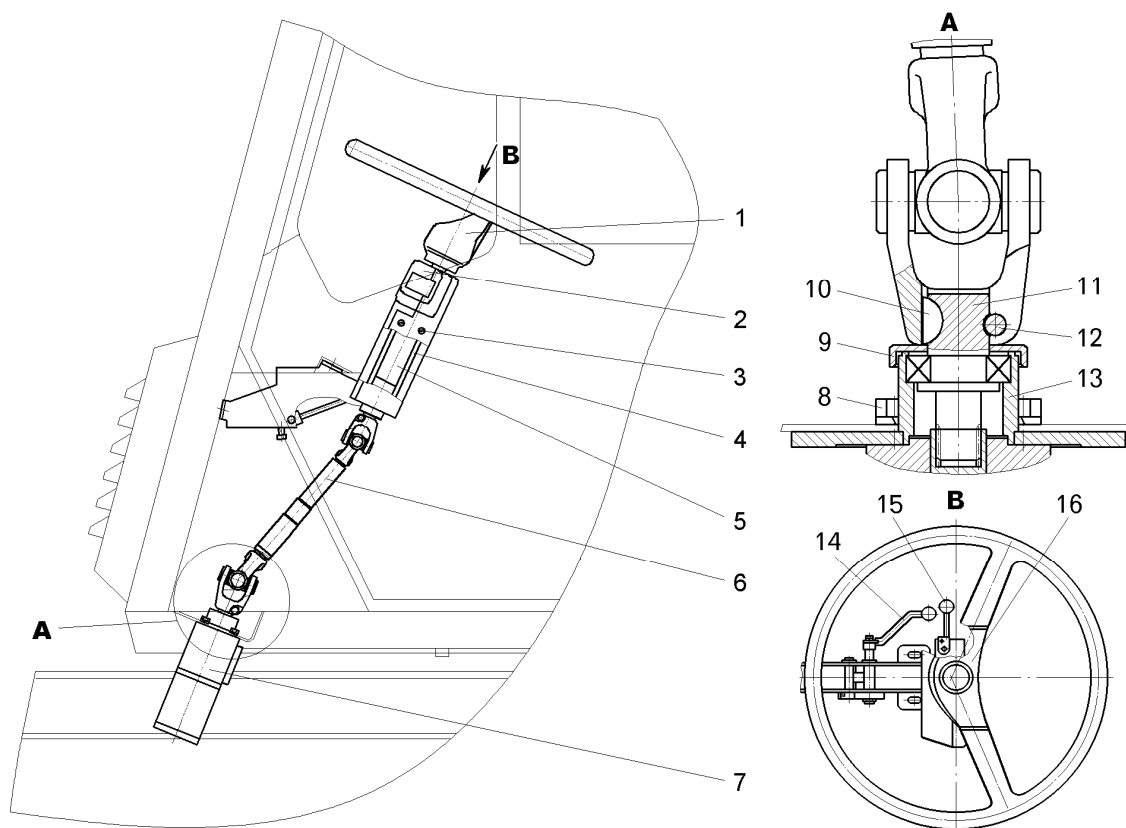
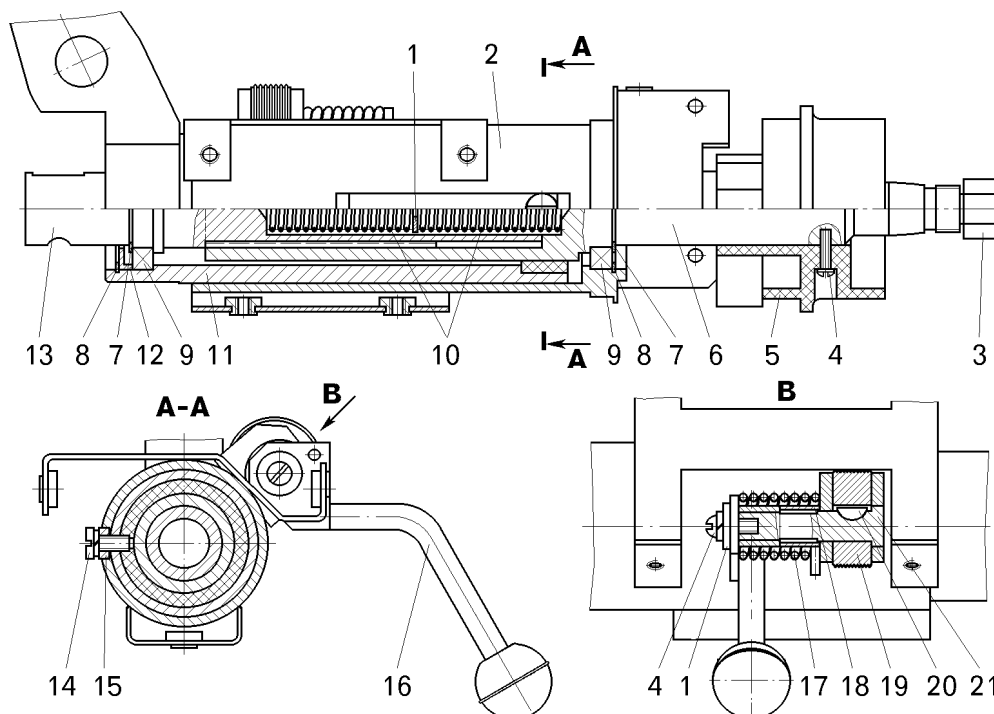

Figure 9.1 - Entrainement mécanique de l'appareil à gouverner hydraulique:
Figure 9.4 - Colonne de direction:
- desserrer les vis et retirer le couvercle en plastique 2 (figure 9.1) et les fermetures 3 et 4;
- déconnecter l'arbre à cardan 6 (voir figure 9.1) de l'arbre 11;
- desserrer la vis de la face d'extrémité d'essieu 24 et retirer le levier 14 (voir figure 9.1);
- retirer l'écrou 3 (figure 9.4) de la fixation du volant 1 (voir figure 9.1) s'il est vissé sur l'arbre 6 (voir figure 9.4) après avoir retiré le volant;